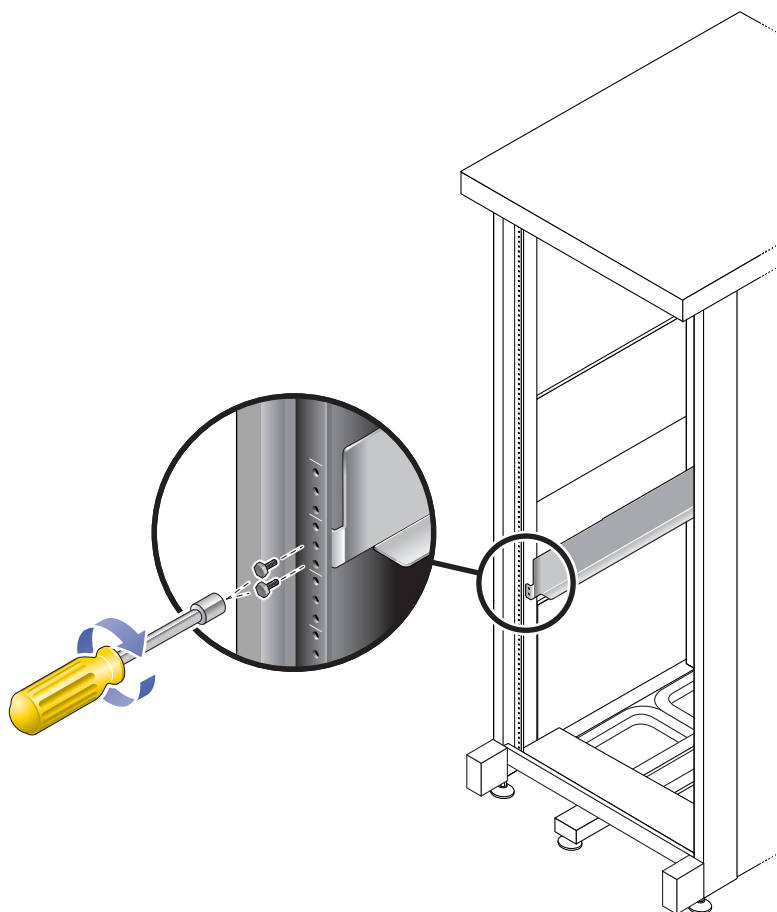

FIGURE 2-7 Fixation du rail gauche à l'avant de l'armoire
b. À l'aide du tournevis cruciforme n° 2, introduisez et serrez les deux vis pour fixer le rail gauche à l'avant de l'armoire (FIGURE 2-7).